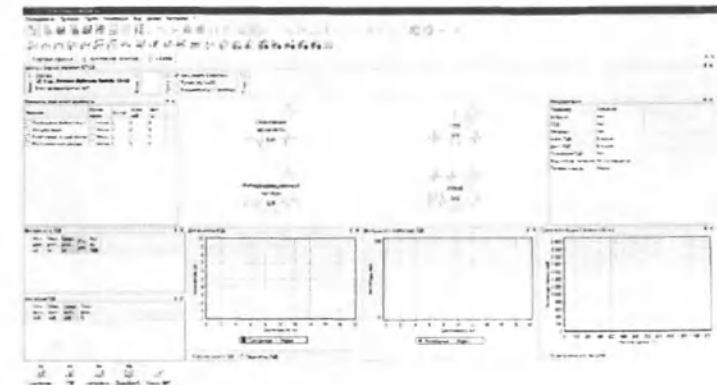

Рис. 167. Главное окно пробы «QEMG»
2. На главном экране пробы «QEMG» отображаются четыре заголовка: «Спонтанная активность», «ПДЕ», «Интерференционный паттерн», «QEMG», — а также система таблиц и графиков (рис. 167).